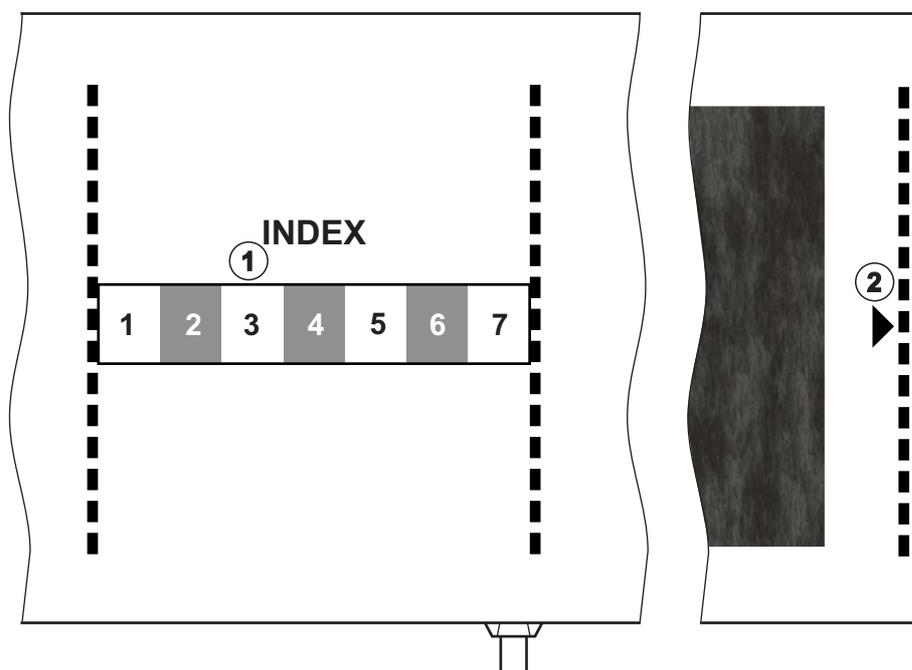

Fig. 11-4 Marcas para la adecuación del tamaño del manguito
El tamaño del manguito es el adecuado para la circunferencia del brazo del paciente si la línea a puntos marcada con una flecha (en el borde del manguito, véase Fig. 11-4, ②) se encuentra dentro del rango marcado con "INDEX" (①) al posicionar el manguito.